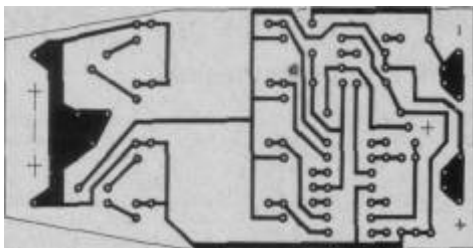
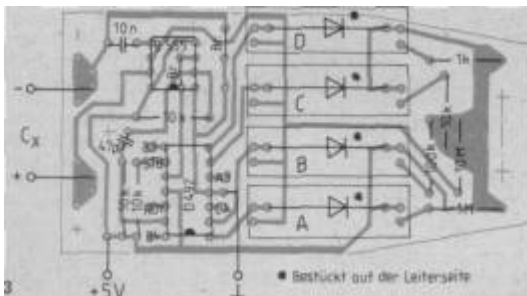

Bild 2
Bild 3
Wie in (1) wird ein B555D als Monoflop mit der unbekannten Kapazit  t im zeitbestimmenden RC-Glied beschaltet. Durch die Leitung RDY der PIO wird das Monoflop gestartet (OUT-Befehl), Es l  st beim Zur  ckschalten   ber /STB einen Interrupt aus. So ist es m  glich, mit dem Computer die unbekannte Kapazit  t "auszuz  hlen,,. Um   ber einen gro  en Kapazit  tsbereich g  nstige Zeitkonstanten zu erhalten, erfolgt eine Umschaltung des zeitbestimmenden Widerstandes mit Reed-Relais. Der zur Ansteuerung eingesetzte D492D kann auch durch andere geeignete Treiber (z B. Einzeltransistoren) ersetzt werden. Der externe Widerstand von R1...R5 ist unkritisch, man sollte aber Metallschichttypen verwenden. Ein Siebglied in der 5V-Leitung des B555D empfiehlt sich bei verbrummter Spannung. Als Beispiel f  r die praktische Realisierung zeigen **Bild 2** (Layout) und **Bild 3** (Best  ckungsplan) einen Entwurf, der f  r das Geh  use eines ausgedienten Antennen-Symmetriergliedes gedacht ist.